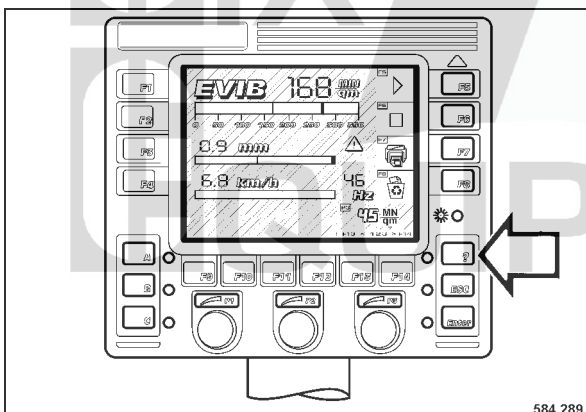

Fig. 77
- Appuyer sur la touche "?" (Fig. 77) pour passer sur l'écran des menus.